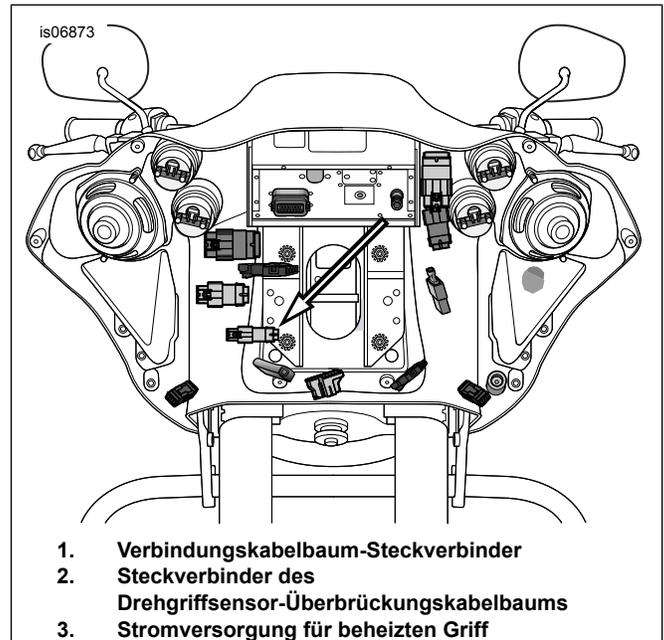

Abbildung 7. Steckverbinder des Drehgriffsensor-Überbrückungskabelbaums (FLTR-Modelle)
4. > Siehe Abbildung 7. Die TGS-Steckverbinderhälfte des rechten Handgriffs an der Kabelbaumsteckverbinderhälfte (1) anschließen.